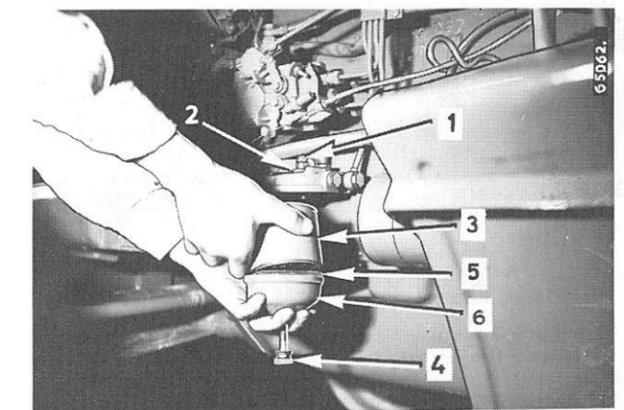
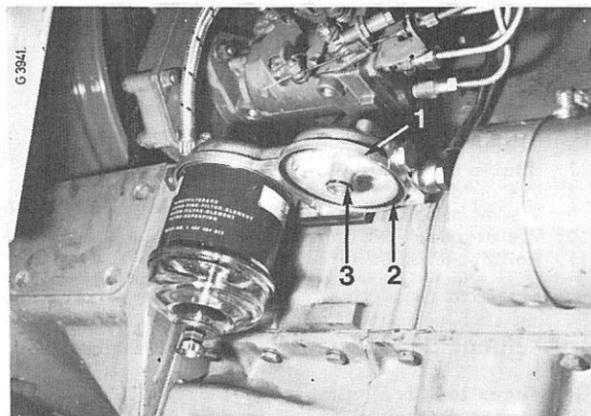

Fig. 58
Fig. 59
- Fermez le robinet d'arrêt de combustible (11)
- Desserrez le boulon de fixation (4) et retirez l'élément (3) Fig. 58.
- Jetez l'élément (3) et le joint (5)
Retirez les joints (2) et (3) Fig. 59 et jetez-les.
NOTE: L'élément filtrant (3) Fig. 58 et les joints (5) Fig. 58, (2) et (3) Fig. 59 doivent toujours être remplacés en même temps. Ils sont d'ailleurs fournis ensemble. Mettez en place les joints neufs et l'élément neuf, en veillant à ce que les joints portent correctement. Resserrez à la main le boulon de fixation (4) Fig. 58 (couple de serrage maximum: 0,8 m. daN.).